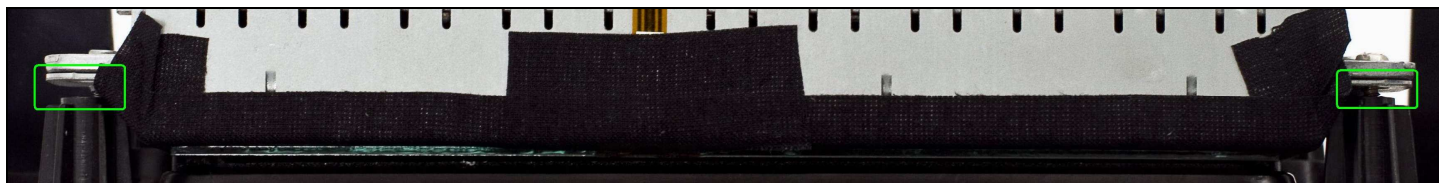
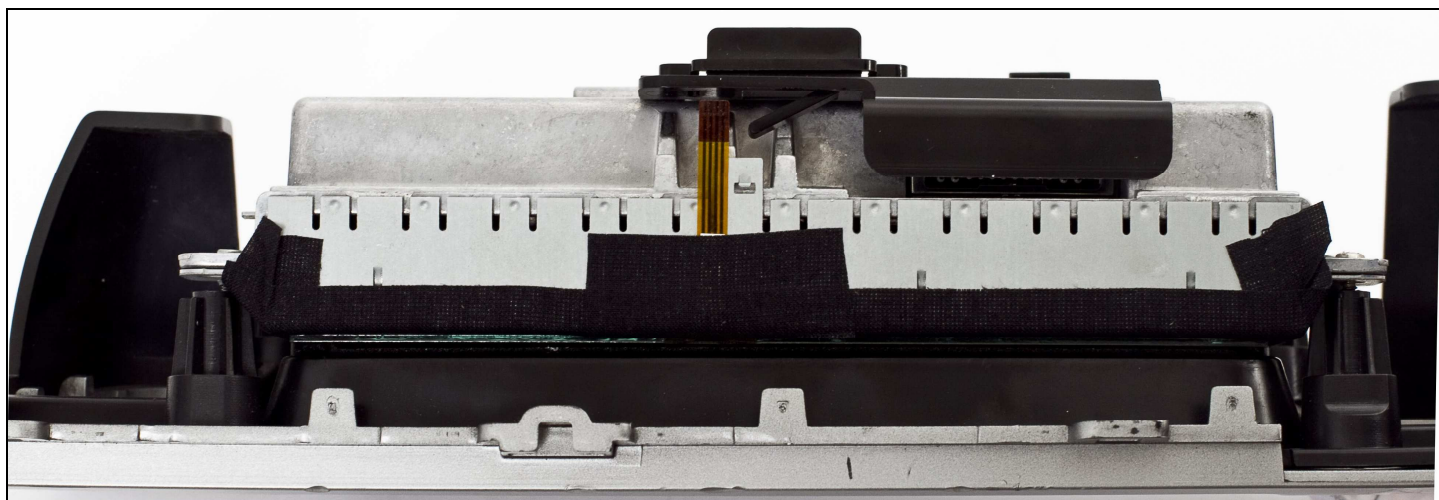

Рисунок 16
Рисунок 17
10. При монтаже дисплея к пластиковой рамке следует подложить набор шайб в образовавшийся зазор (**рис. 16**), между металлической рамкой дисплея и крепежными выступами пластиковой рамки, во избежание пережатия или повреждения сенсорного стекла. После монтажа, закрепите шлейф от сенсорного стекла на корпусе дисплея, при помощи тряпичной изолянты (**рис. 17**).